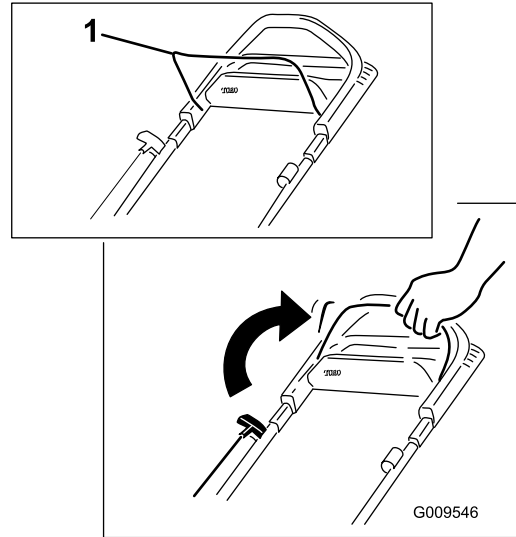

Figure 12
1. Maintenez la barre de commande de la lame contre le guidon (Figure 12).